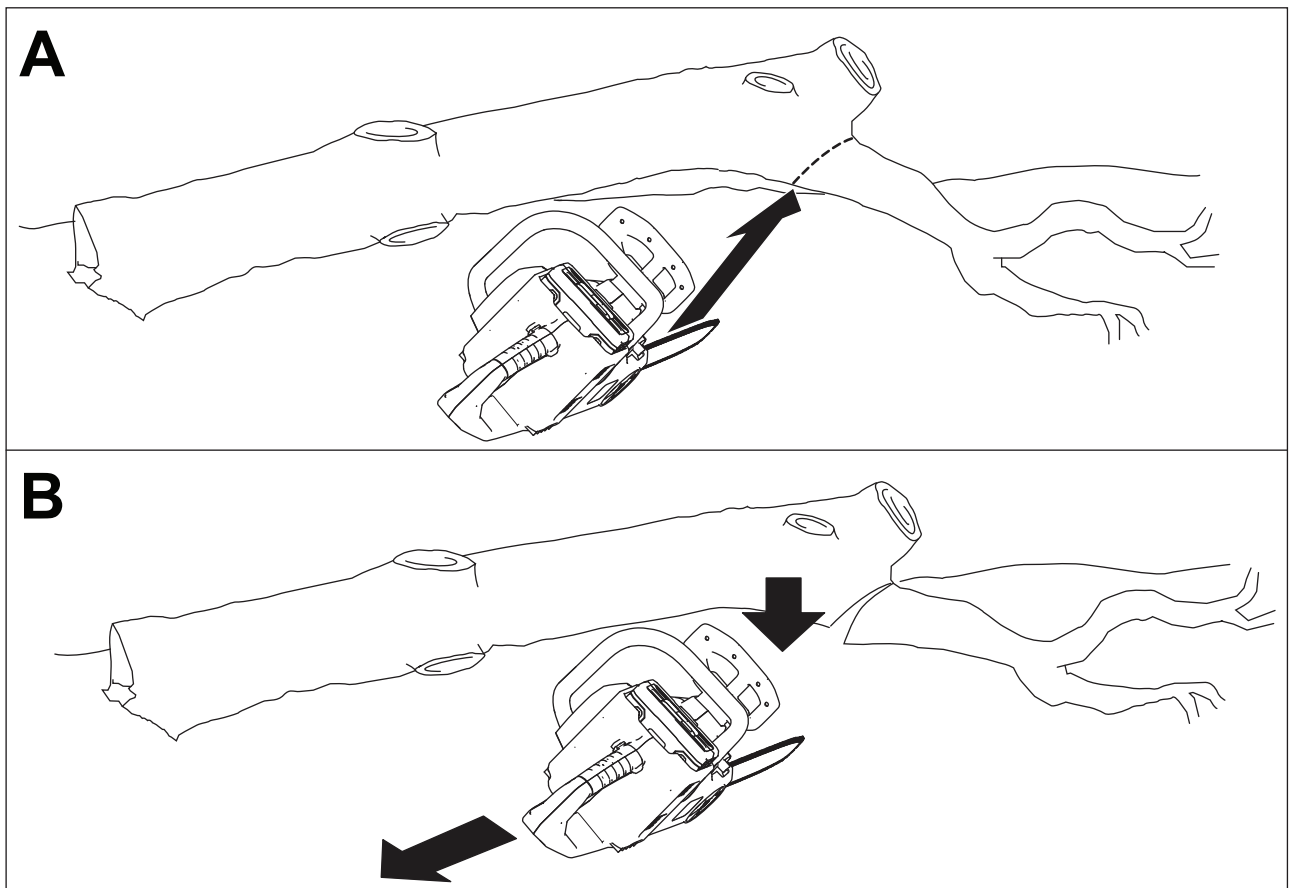

Figure 18
3. Coupez les grosses branches qui supportent le poids de l'arbre en procédant de bas en haut pour éviter que les branches pincement la lame de la scie (Figure 18).